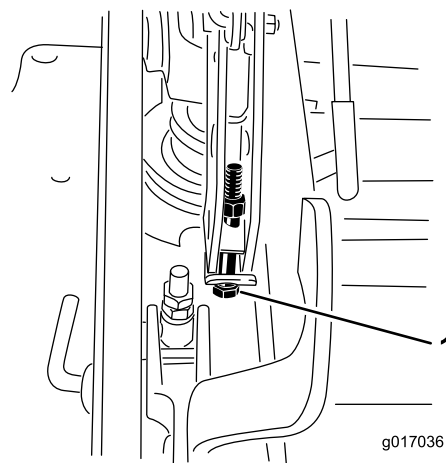

Figure 97
13. Si le plateau est trop bas, serrez le boulon de réglage monopoint dans le sens horaire. Si le plateau est trop haut, desserrez le boulon de réglage monopoint dans le sens antihoraire (Figure 97).
14. Serrez les 2 boulons au bas de la plaque de hauteur de coupe (Figure 97).